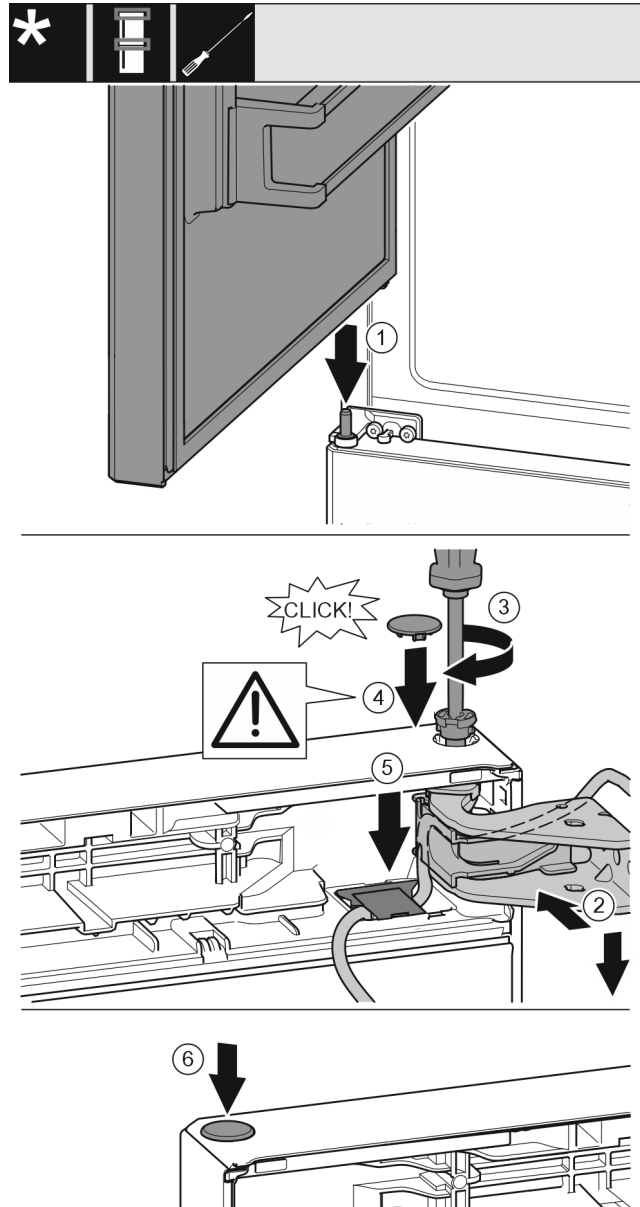

Fig. 42
- ▶ Vrchné dvere nasadte na stredný ložiskový čap Fig. 42 (1)
- ▶ Dvere hore vyrovnajte s otvorom v ložiskovej konzole. Fig. 42 (2)
- ▶ Vložte čap a pevne ho priskrutkujte skrutkovačom T15. Fig. 42 (3)
- ▶ Namontujte poistný kryt pre poistku dverí: nasadte poistný kryt a skontrolujte, či prilieha ku dverám. Inak čap vložte úplne. Fig. 42 (4)
- ▶ Znova nasadte kryt a tlačte ho nadol, kým nezapadne. Fig. 42 (5)
- ▶ Nasadte zátku. Fig. 42 (6)